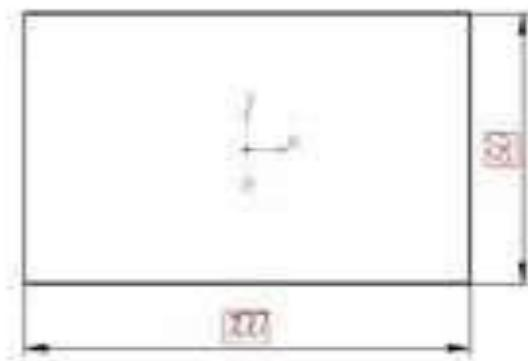

Рисунок 16.1 – Эскиз основания детали «Опора
2. На горизонтальной плоскости вычертите эскиз основания – прямоугольник по центру с высотой 60 мм и шириной 100 мм (рисунок 16.1), который выдавите на 30 мм (рисунок 16.2). Нажмите кнопку **Создать объект**.